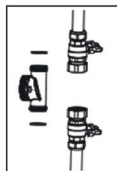

Рис. 4
4. Установите тройник, учитывая направление потока теплоносителя, оно должно совпадать со стрелкой на корпусе тройника. Присоедините краны к тройнику и полностью затяните накидные гайки, предварительно установив в накидные гайки плоские уплотнения. (Рис. 4)